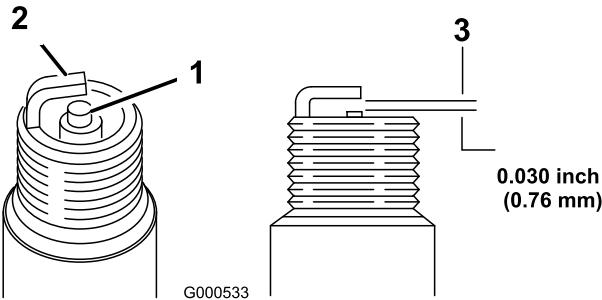

Figura 54
- Compruebe la separación entre los electrodos central y lateral (Figura 54) y doble el electrodo lateral si la separación no es correcta.
- Mire la parte central de las bujías (Figura 54).